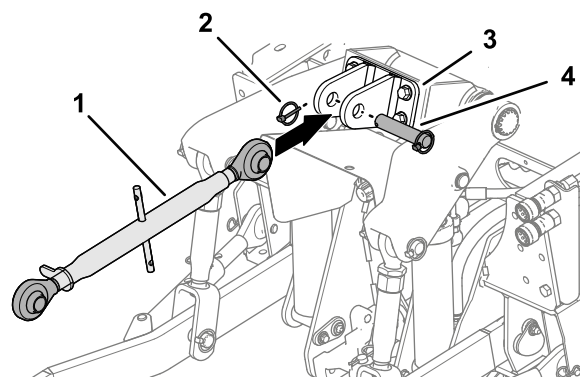

Figure 16
3. Si vous l'avez déposé, reposez le tirant supérieur de l'attelage 3 points (Figure 16) sur le groupe de déplacement.